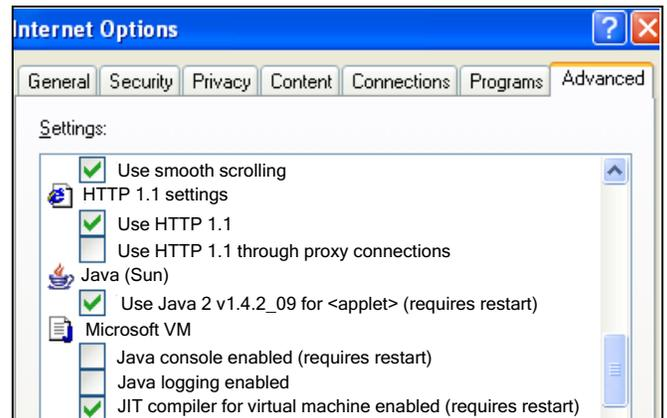

ABB. 32 Java-Internetoptionen
9. Zur Funktion der TOF 200 EasyKey-Software ist Sun Java erforderlich. Registerkarte "Erweitert" unter "Optionen" im Browser öffnen, "Java (Sun)" wählen und die Markierung bei Microsoft VM aufheben. Siehe ABB. 32. Wenn Sun Java nicht zur Verfügung steht, die Anweisungen unter **Programmfunktion** befolgen und das Sun Java-Programm laden, wenn der jeweilige Bildschirm und Link erscheinen.